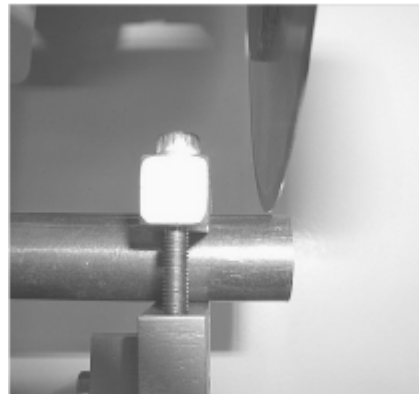

Figura 10. Disco de corte casi tocando la probeta.
3. Gire la manivela en el sentido contrario al de las agujas del reloj para avanzar el disco de corte hasta que quede justo detrás y casi tocando la probeta (ver **figura 10**).
- b. Gire la manivela en el sentido contrario al de las agujas del reloj para hacer avanzar el disco de corte hasta que quede justo detrás y casi tocando la probeta (ver **figura 10**).